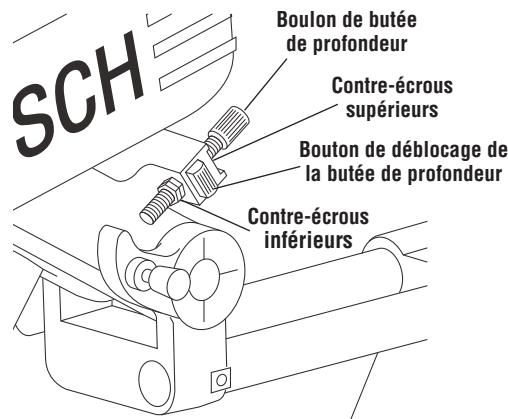

Figure 13. Réglage de profondeur
1. Desserrez et tournez les deux contre-écrous inférieurs pour les amener juste au-dessus de l'extrémité filetée du boulon de butée de profondeur (Figure 13).